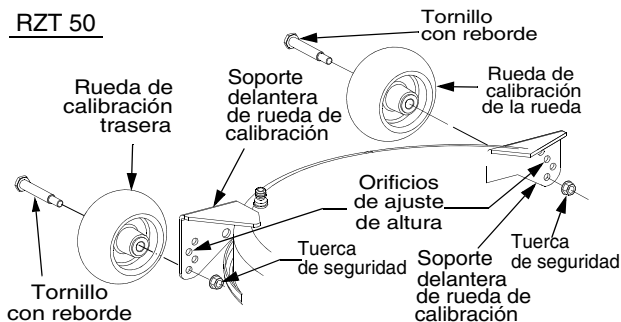

Figura 35
- Retire la tuerca de seguridad que fija uno de los tornillos con reborde de las ruedas de calibración delanteras a la plataforma. Retire la rueda de calibración y el tornillo con reborde. Vea Figura 35.
- Retire la tuerca de seguridad que fija uno de los tornillos con reborde de las ruedas de calibración delanteras a la plataforma. Retire la rueda de calibración y el tornillo con reborde. Consulte la Figura 35.